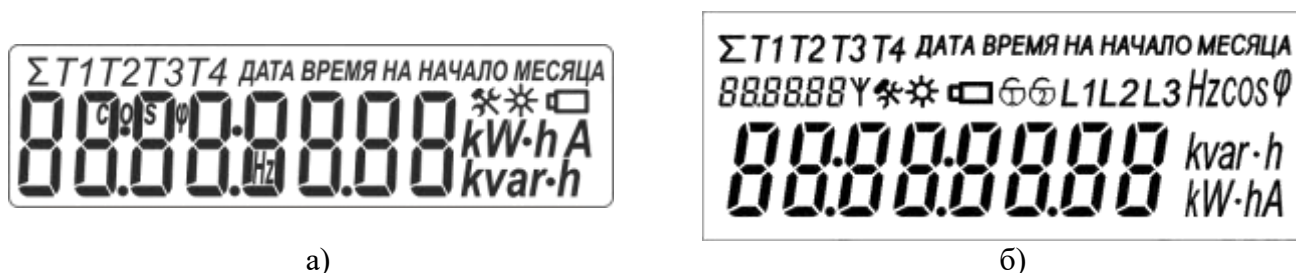

Рисунок 3.1 – Режим теста ЖКИ счетчика
3.3 При включении счетчик переходит в режим теста ЖКИ, в котором одновременно отображаются все сегменты ЖКИ. Для счетчиков в корпусах W31 и D33 (рисунок 3.1а, а для счетчиков корпусе W32 рисунок 3.1, б).